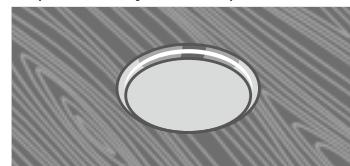

Рисунок 19
- 11.8 Вставить в раму верхнюю крышку люка (см. Рисунок 19).